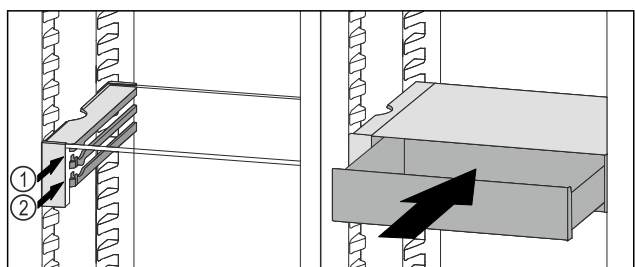

Fig. 99
- ▶ Predal VarioSafe namestite za zaustavljalnimi elementi na želeni nastavek Fig. 99 (1) ali Fig. 99 (2).